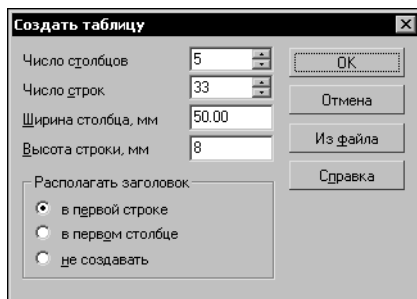

Рис. 22.1. Параметры новой таблицы
- ▼ заголовок располагается в первой строке (рис. 22.1).